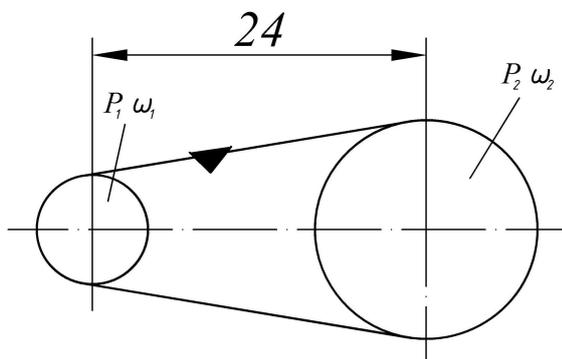

Рис. 9.3. Расчетная схема к задаче № 3
3. Рассчитать клиноременную передачу (рис. 9.3). Мощность на ведущем налу P_1 , угловая скорость ведущего шкива ω_1 , и угловая скорость ведомого шкива ω_2 приведены в табл. 9.3. Работа односменная; пусковая нагрузка до 150% номинальной.